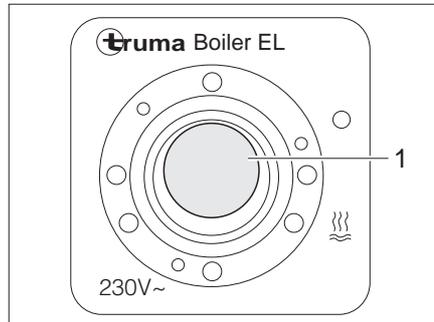

Bild 129 Kippschalter für Truma Boiler (230-V-Elektrobetrieb)
- Den Kippschalter (Bild 129,1) einschalten. Die Kontroll-Leuchte im Schalter leuchtet. Das Wasser im Boiler wird auf 65 °C aufgeheizt.
- Den Kippschalter (Bild 129,1) auf "0" stellen. Die Kontroll-Leuchte im Schalter erlischt.
- An der Bedieneinheit (Bild 128) den Drehschalter (Bild 128,3) auf "0" (Bild 128,4) stellen bzw. den Kippschalter (Bild 129,1) auf "0" stellen.